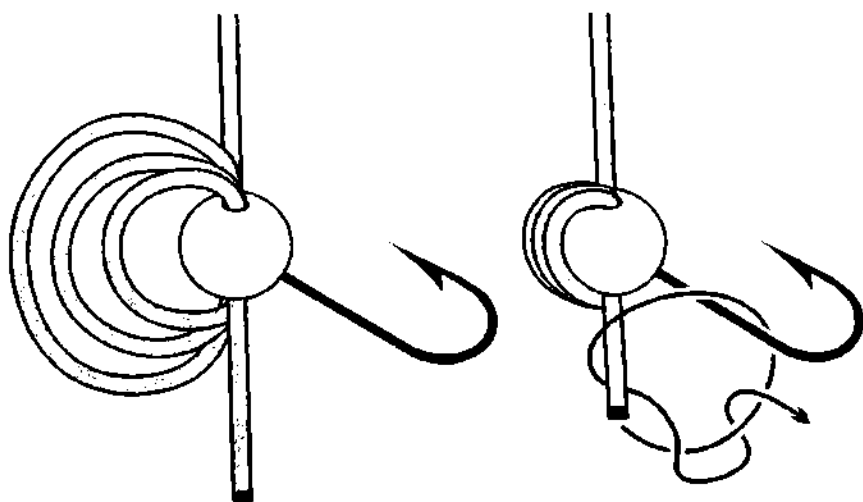

Рис. 709. Шлаговый узел.
**Шлаговый узел**, используемый как узел для крепления верёвки к опоре (рис. 509), наглядно демонстрирует надёжность большого количества шлагов (рис. 709). Чем больше шлагов, тем надёжнее леска сцепляется с телом мормышки. Если позволяет диаметр отверстия в теле мормышки, леска пропускается через него 2-4 раза. Фактически одних шлагов без всяких узлов достаточно для привязывания мормышки к леске, но для большей надёжности с помощью **простого** или **двойного простого узла** свободный конец лески фиксируется на основании крючка. Шлаги выполняют роль основного узла, а **простой узел** – контрольного. **Шлаговый узел** простой, легко вяжется, и самое главное, шлаги совсем не ослабляют прочность лески. Единственное препятствие для завязывания узла может быть в том, что диаметр отверстия в теле мормышки может не позволить пропустить леску несколько раз.